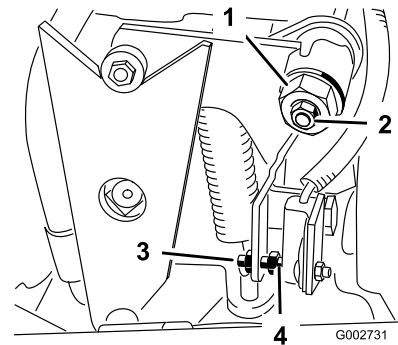

Figura 33
4. Allentate il dado di bloccaggio sulla camma di regolazione della trazione (Figura 33).
5. Avviate il motore e girate in entrambe le direzioni l'esagono della camma (Figura 33) per stabilire la posizione centrale del range di folle.
3. Regolate la vite fino ad ottenere un traferro di $1,5 \text{ mm} \pm 0,8 \text{ mm}$ (Figura 33).